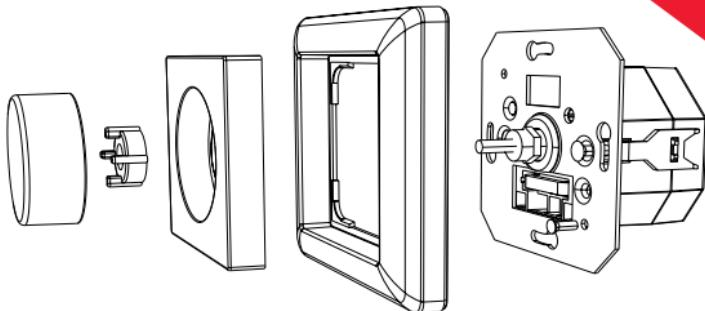

Рис.2. Крепление панели.
3.3. Закрепите панель в месте установки (Рис. 2), для чего: